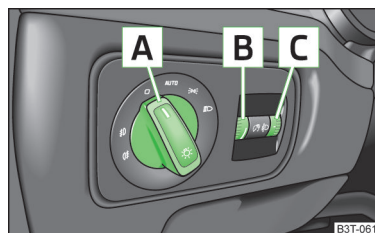

Fig. 49
La disposition des commandes diffère partiellement de celle indiquée dans » fig. 49 à la page 71 sur les véhicules avec direction à droite. Les symboles illustrant les positions des éléments de commande sont identiques.
En fonction de l'équipement, le commutateur des feux **A** » fig. 49 peut être amené dans les positions suivantes.
En tournant le bouton rotatif **B** » fig. 49 depuis la position **—** vers **3**, le réglage de la portée des phares est adapté progressivement et le faisceau lumineux est ainsi raccourci.
Lorsque la lumière est allumée, la rotation du bouton **C** » fig. 49 permet d'ajuster la luminosité de l'éclairage des instruments » fig. 49.
- ✓ Le commutateur des feux se trouve en position **0** ou **AUTO** » fig. 49 à la page 71.